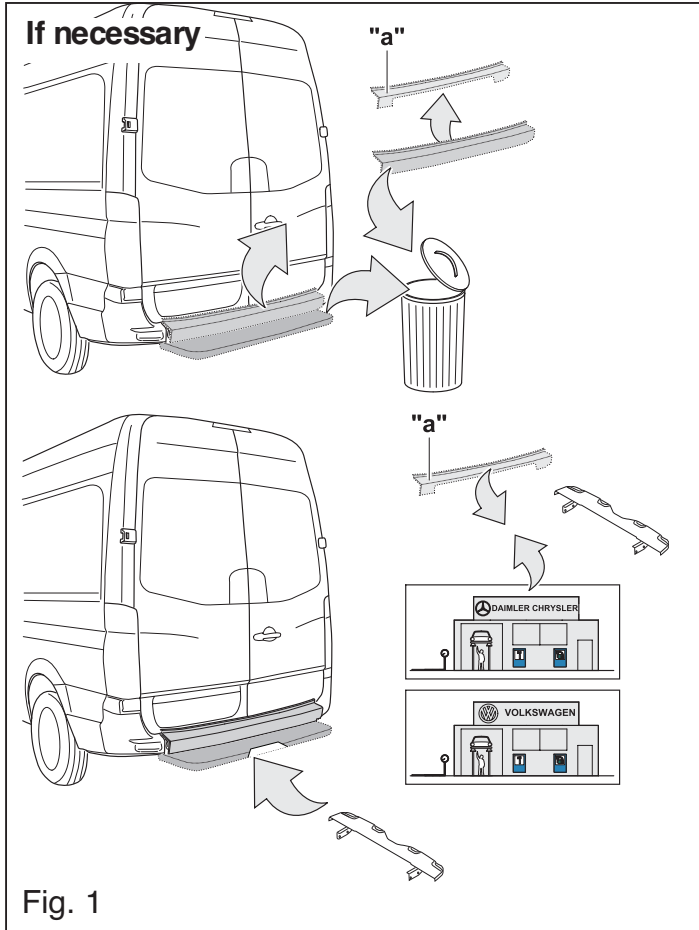

Fig. 1
8. **Автомобили с подножкой:** Закрепить заменяющую степ-подножку в отверстиях Е. рисунок 1.